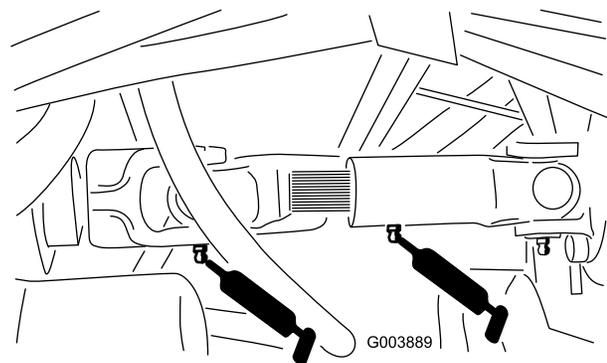

Figura 42
- 3 raccordi sull'albero di trasmissione del motore (Figura 42)